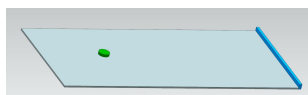
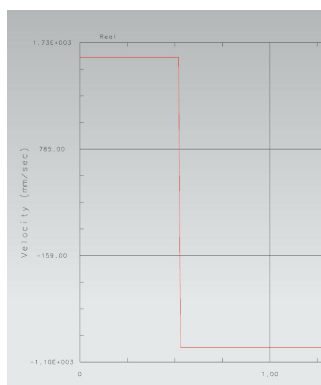

рис.38
рис.39
- Например, если на рис.38 вы зададите начальную скорость зеленой шайбе так, чтобы она перемещалась вправо, то при своем движении, натолкнувшись на синий бортик, эта шайба отскочит, и начнет перемещаться уже влево. При этом изменение её скорости по горизонтальной оси будет характеризоваться скачкообразным графиком (рис.39).